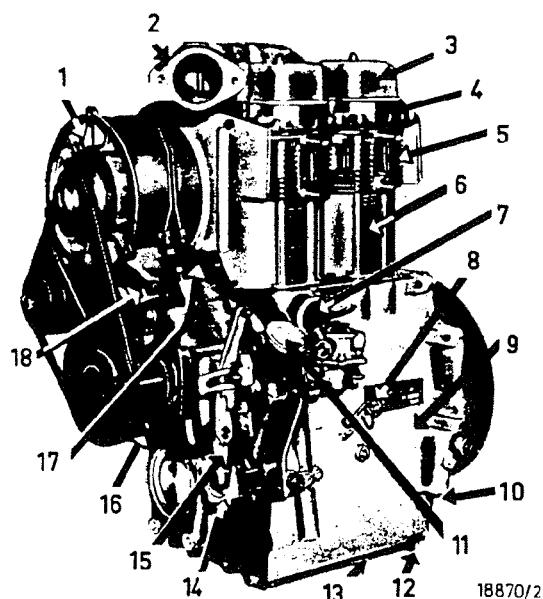

рис. 2
2. **Болты „наживить“** (см. рис. 2). Затянуть равномерно болты торцевым ключом без воротка, затем плоским или накидным ключом слегка их подтянуть.